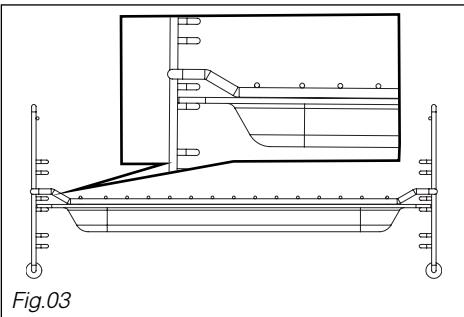

Fig.03
• **Het rooster + de glazen braadslee:** plaats het rooster op de braadslee om te braden of om het braadnat op te vangen (Fig.03).